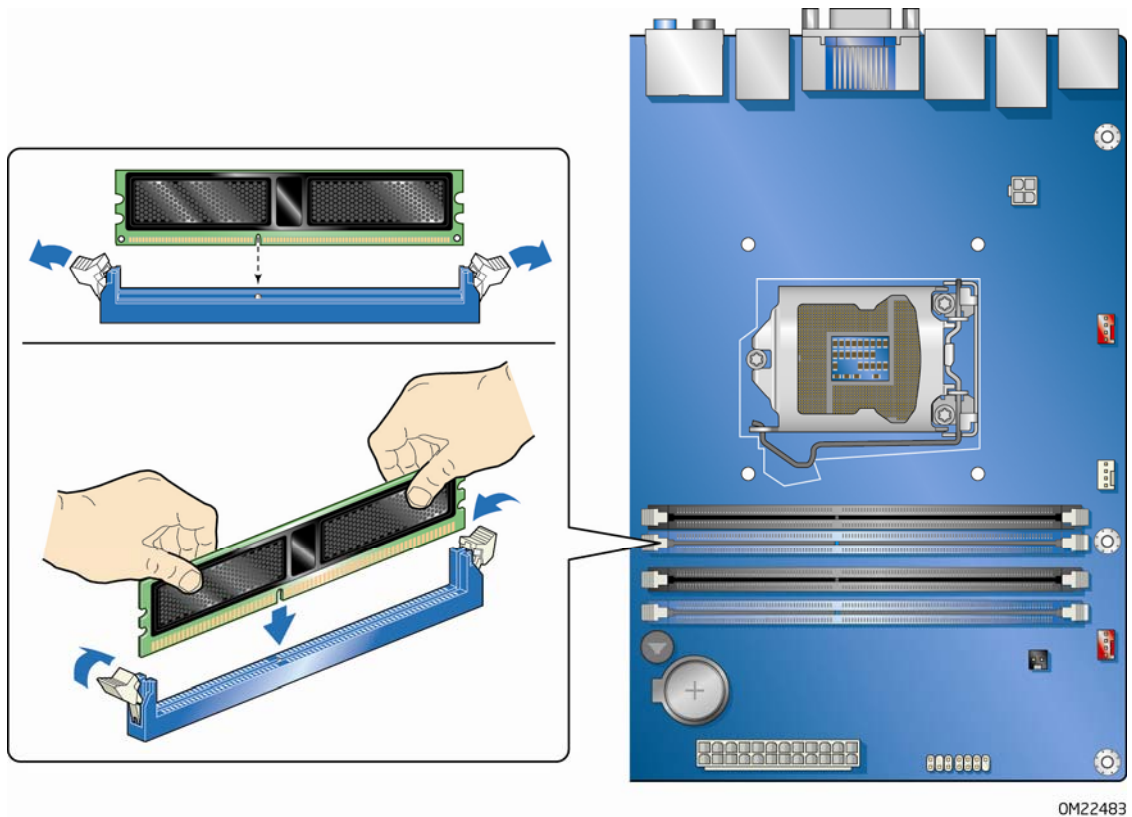

图 16. 安装 DIMM
3. 拆下计算机箱盖，找到 DIMM 插槽（参见图 16）。
7. 将 DIMM 放置在插槽上。将 DIMM 底部边缘的小凹口与插槽上的卡固销子对齐（参见图 16 中的插入图示）。